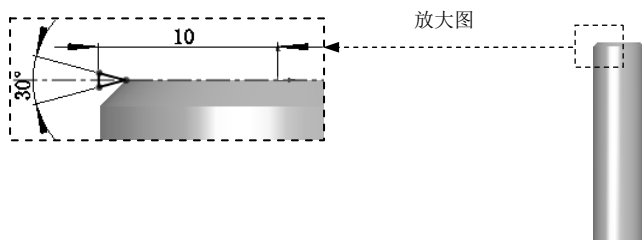

图 6.12.9 草图 3
(5) 单击 按钮，完成螺旋线 1 的创建。
Step6. 创建如图 6.12.9 所示的草图 3。选择下拉菜单 **插入(I)** **草图绘制** 命令，选取上视基准面为草图基准面，绘制如图 6.12.9 所示的草图 3。